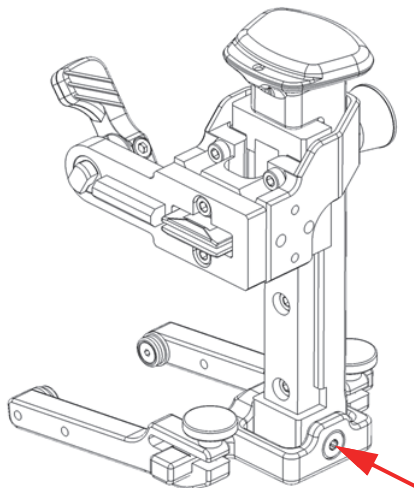

Abbildung 2-25 Schraube wieder eindrehen
7. Drehen Sie die Schraube wieder in den Schwenkträger des Gabelstücks (Abbildung 2-25 auf Seite 54) ein.